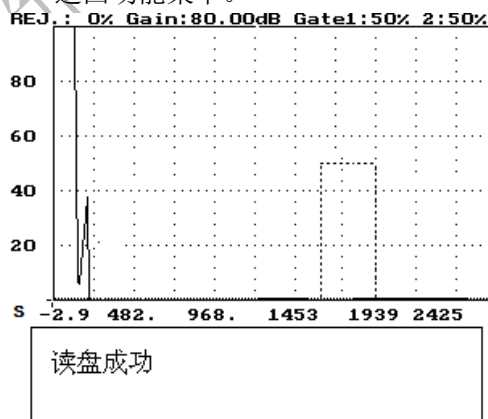
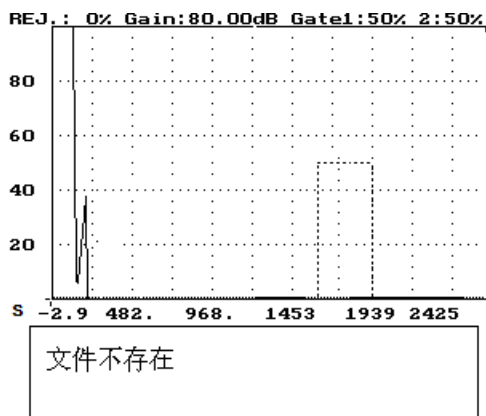
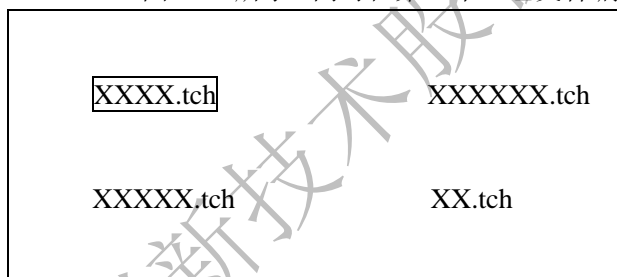

图 14-2
图 14-3
图 14-4
- ②、a 按进入键——调出所需的工艺文件，如果仪器内存储有该编号工艺文件，则在屏幕下方显示：“读盘成功”，如图 14-2 所示，同时恢复存储该编号工艺文件时测试状态并且返回功能菜单。如果仪器内没有存储该编号工艺文件，则在屏幕下方显示：“文件不存在”，如图 14-3 所示并返回功能菜单。
- B、①、按进入键或退出键——在屏幕下方显示出仪器内存储的所有工艺文件编号菜单，如图 14-4 所示，同时在第一个工艺文件编号上有一“口”光标。
- ②、按方向键——移动“口”光标，将“口”光标套住所需调入的工艺文件编号。
- ③、a、按进入键——调出所需的工艺文件，并在屏幕下方显示：“读盘成功”，如图 14-2 所示，同时恢复存储该编号工艺文件的测试状态并且返回功能菜单。
- b、按退出键——放弃工艺读盘，同时在屏幕下方显示：“放弃操作”，如图 14-3 所示并返回功能菜单。
- (2)如果在“工艺读盘”下方的“一”处有工艺文件编号显示。
- A、①、按退出键——确认原有的工艺问好编号，调出所需的工艺文件，如果仪器内存储有该编号工艺文件，则在屏幕下方显示：“读盘成功”，如图 14-2 所示，同时恢复存储该编号工艺文件时的测试状态并且返回功能菜单。如果仪器内没有存储该编号工艺文件，则在屏幕下方显示：“文件不存在”，如图 14-3 所示并返回功能菜单。如果仪器存储空间不够，无法读出所需调出的文件，则在屏幕下方显示：“不能读盘”，并返回功能菜单。
- B、①、按下方向键——删除原有的工艺文件编号。
②、按进入键——在屏幕下方显示出仪器内存储的所有的工艺文件编号菜单,如图 14-4 所示,同时在第一个工艺文件编号上有一“口”光标。
③、按方向键——移动“口”光标,将“口”光标套住所需调入的工艺文件编号。
④、a、按进入键——调出所需的工艺文件,并在屏幕下方显示“读盘成功”,如图 14-2 所示,同时恢复存储该编号工艺文件时的测试状态并且返回功能菜单。
b、按推出键——放弃工艺督办同时在屏幕下方显示:“放弃操作“,如图 14-3 所示并返回功能菜单。